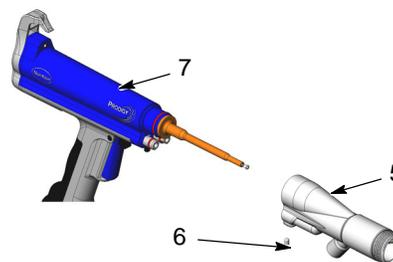

Figura 3 Remoção do adaptador
5. Consulte a figura 3. Desaperte o parafuso de fixação (6) situado na parte inferior do adaptador.
6. Puxe o adaptador a direito para fora do corpo da pistola (7).
5. Consulte a figura 3. Monte o adaptador (5) no corpo da pistola (7). Aperte o parafuso de fixação (6).